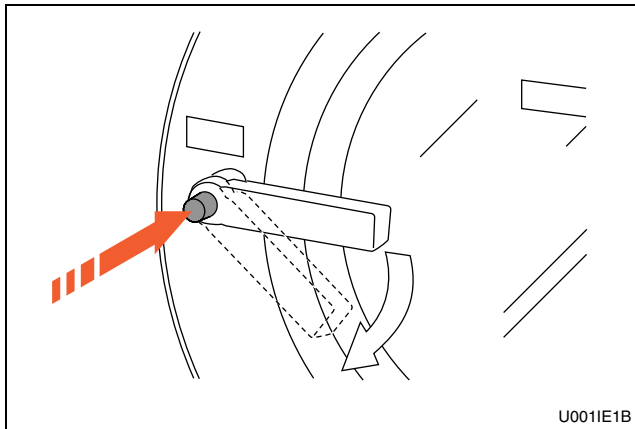

Figure 24
2. Appuyer sur le bouton et tourner la poignée dans le sens des aiguilles d'une montre pour ouvrir. Se reporter à la Figure 24.